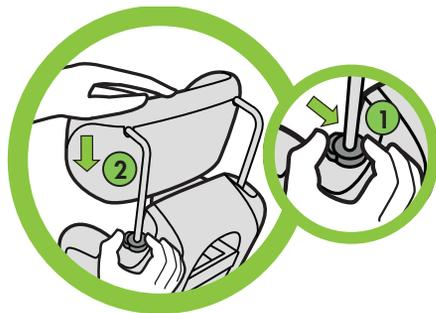

Figure 7
- Appuyez sur le bouton de réglage du harnais, situé du côté gauche du siège (lorsqu'on se trouve à l'arrière du siège) (1) et poussez sur l'appui-tête jusqu'à ce qu'il se verrouille (2), comme sur la **Figure 7**.